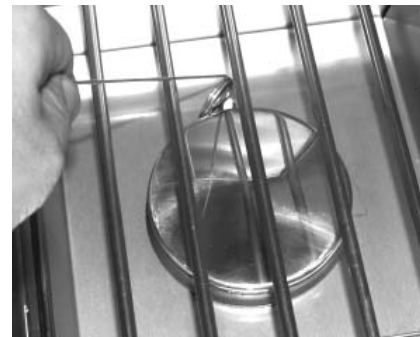

Fig. 16-2 - Éclairage manuel
2. Insérez un allumeur brûlant de butane de long-baril, une allumette brûlante de long-tige, ou une allumette brûlante tenue par un support de prolongation de fil par la grille à cuire s'ouvrant au brûleur (fig. 16-2). Tenez la flamme contre le bord du brûleur.
4. Si le brûleur ne se allume pas dans les cinq (5) secondes de tourner le bouton de commande, enfoncez immédiatement le bouton et tournez la valve à **AU LOIN**. **ATTENDEZ CINQ (5) MINUTES** avant de répéter les étapes 2 à 4 des instructions manuelles d'éclairage.